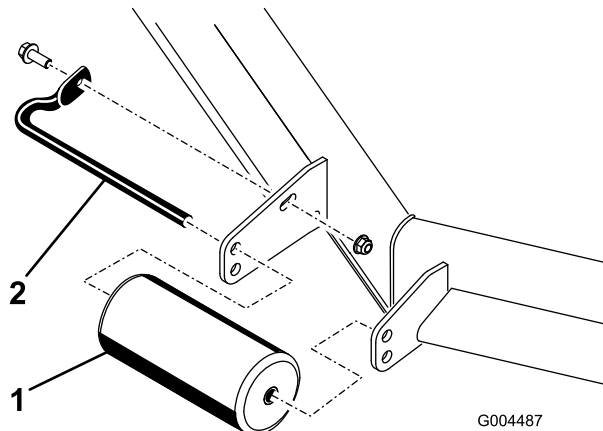
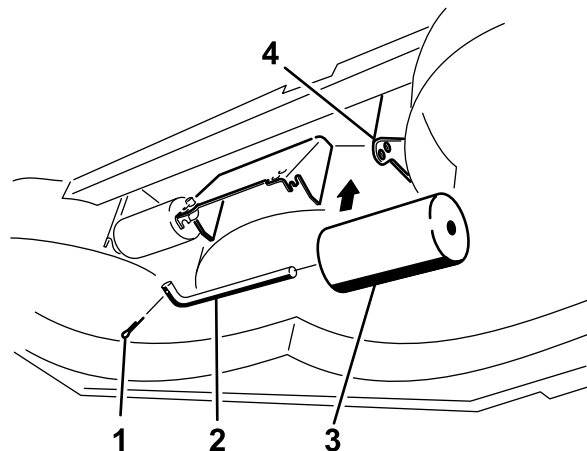

Figura 28
Figura 32
- Retire los herrajes que fijan cada rodillo a la carcasa del cortacésped y mueva los rodillos hacia arriba o hacia abajo según sea necesario; consulte Figura 28 a Figura 32 según corresponda a su cortacésped.